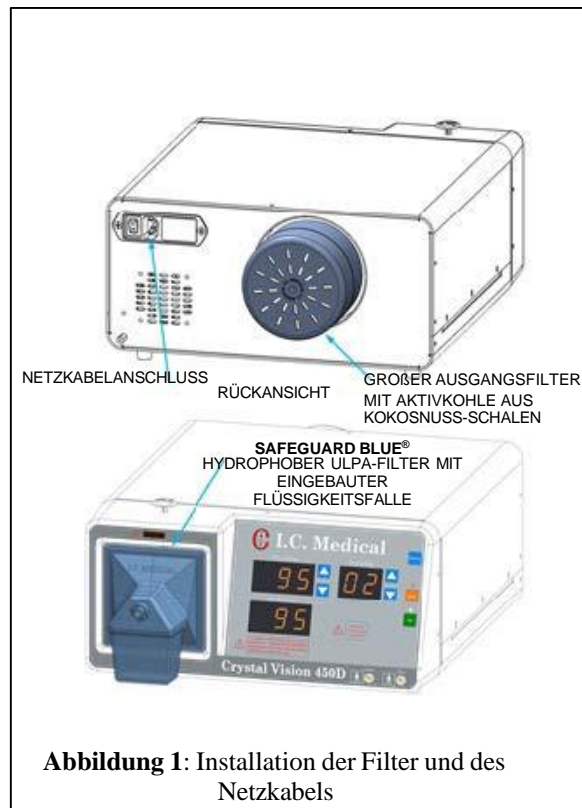

Abbildung 1: Installation der Filter und des Netzkabels
4. Siehe Abbildung 1.
HF-Sensor bei Verwendung mit monopolen Geräten (Abbildung 1; Option 2; Position 1 oder 2):
HF-Sensor bei Verwendung mit monopolaren Geräten (Abbildung 1; Option 2; Position 1 oder 2):